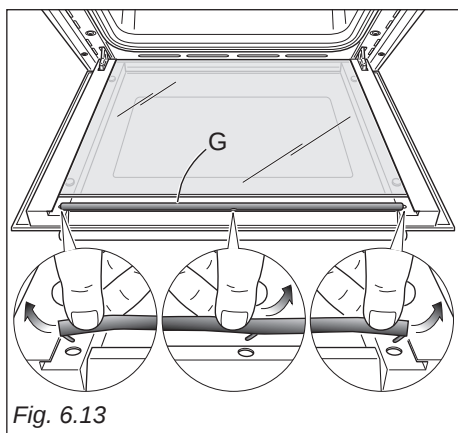

Fig. 6.13
- Afmonter tætningslisten "G" som vist på illustrationen Fig. 6.13.